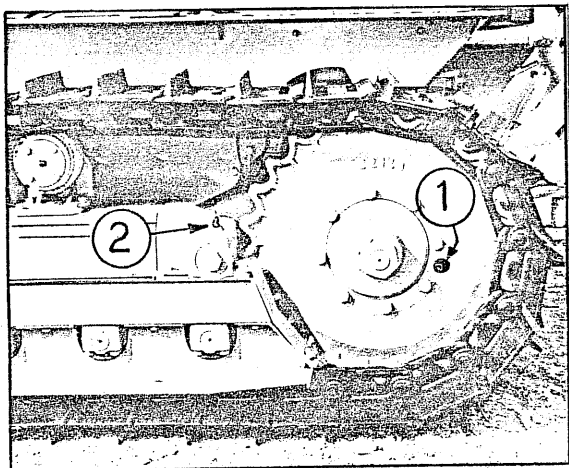

fig. 9
Ogni 150 ore di lavoro occorre controllare il livello dell'olio nel cambio attraverso il tappo con asta (2 fig.2) ed il livello nei riduttori laterali dal tappo visibile attraverso il foro praticato sulla ruota motrice (1 fig.9).
8.6 -BARRA TRASVERSALE POSTERIORE (fig. 9)
Ogni 30 ore di lavoro iniettare grasso negli ingrassatori (2 fig. 9) uno per parte.